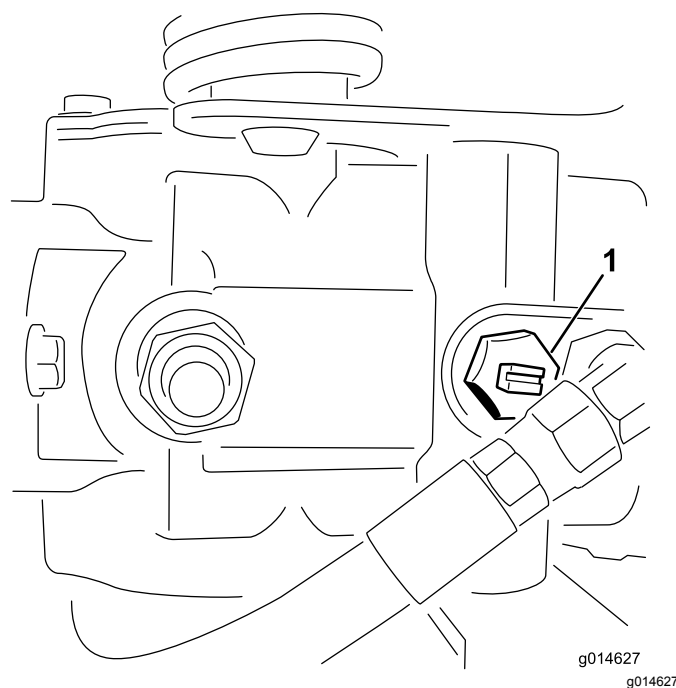

Figura 38
1. Localice la válvula de desvío en la bomba y gírela hasta que la ranura esté en posición vertical (Figura 38).
horizontal (Figura 38). No arranque el motor con la válvula abierta.